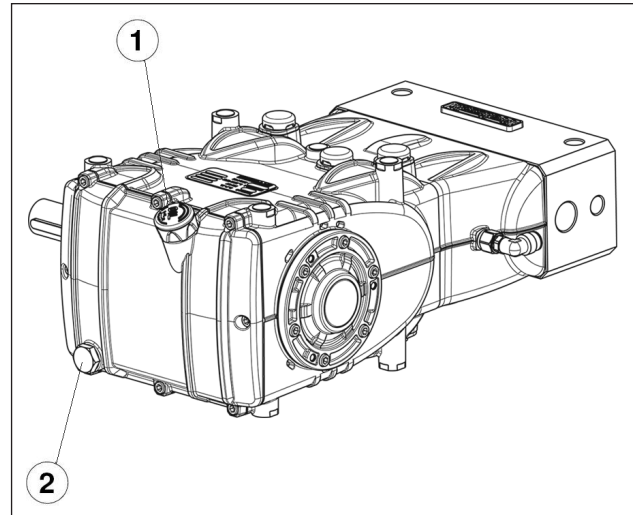

Abb. 3
Überprüfen Sie den Ölstand und füllen Sie bei Bedarf Öl über den Ölmesstab Pos. ①, Abb. 3.
Die Ölstandprüfung hat mit der Pumpe auf Umgebungstemperatur zu erfolgen, für den Ölwechsel soll die Pumpe dagegen auf Betriebstemperatur sein. Entfernen Sie dazu: den Ölmesstab Pos. ① und anschließend den Verschluss Pos. ②, Abb. 3.